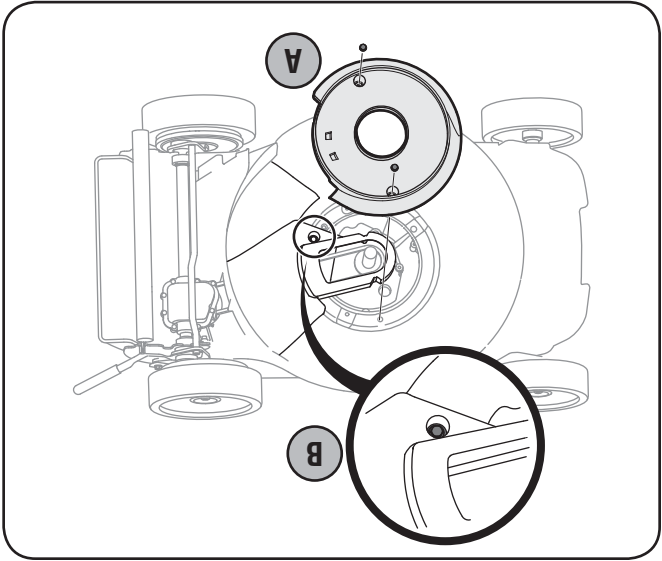

Fig. 7-2
- a. Enlevez la vis auto-taraudeuse qui maintient le déflecteur du moteur sur le plateau de coupe. Soir la Fig. 7-2. Enlevez le déflecteur du moteur.
- b. Desserrez la vis auto-taraudeuse qui maintient le déflecteur du plateau de coupe sur celui-ci. Voir la Fig. 7-2.